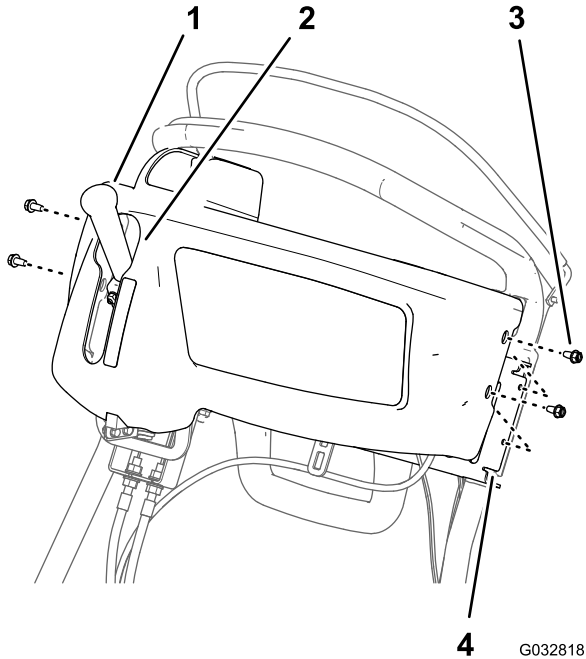

图15
1. 将控制面板护罩上的锁孔槽在牵引和滚刀驱动手柄上对准（图15）。
2. 将控制面板护罩上的孔与把手支架上的孔对准（图15）。
3. 使用在1的步骤（页码）中卸下的 4 个凸缘头螺丝（1/4 x 1/2 英寸），将护罩安装到支架上（图15）。